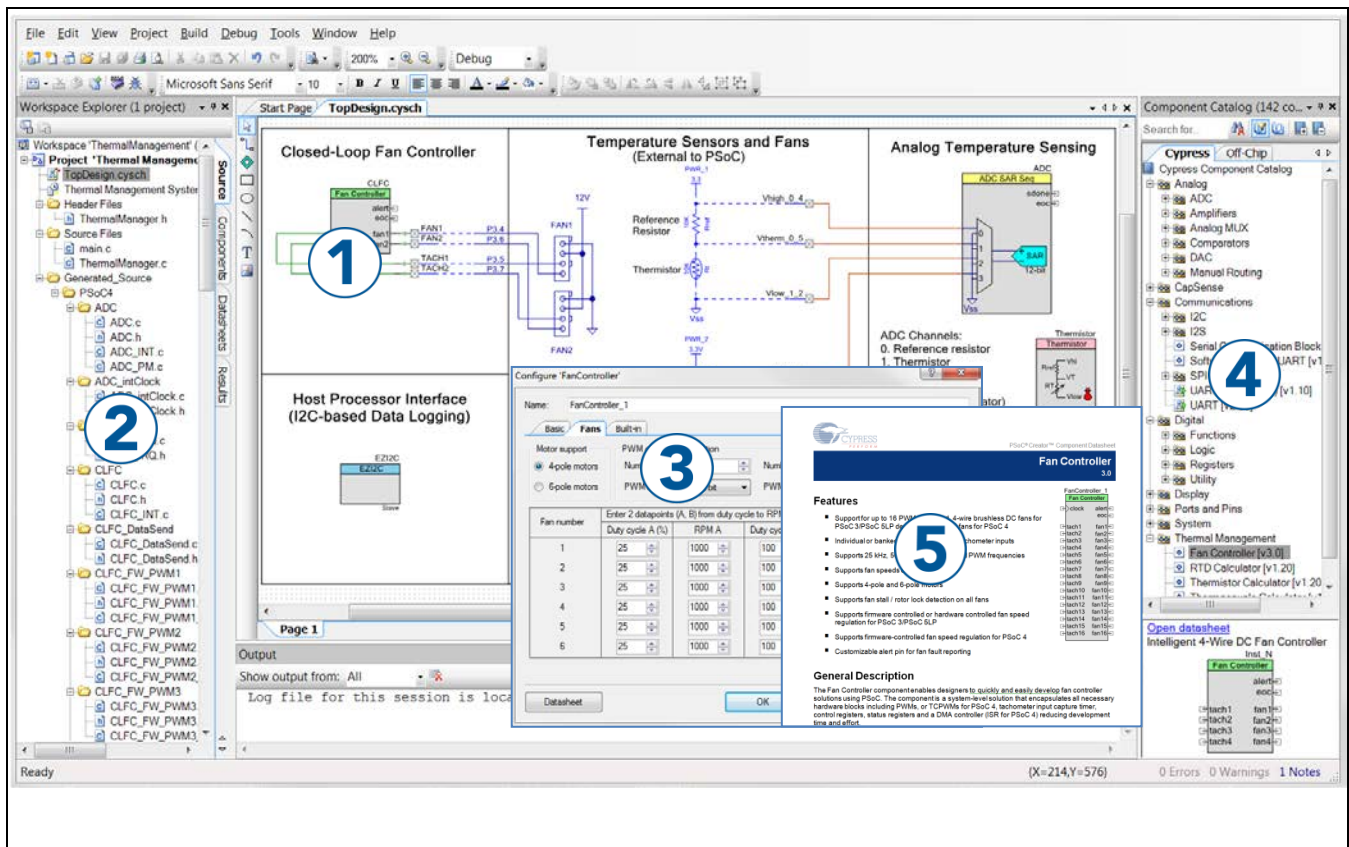

Figure 1 PSoC™ Creator の特長
**PSoC™ Creator** は Windows ベースの統合開発環境 (IDE) であり、無料で利用できます。これにより PSoC™ 3, PSoC™ 4, および PSoC™ 5LP に基づく、システムのハードウェアとファームウェアの同時設計が可能です。Figure 1 に示すように、PSoC™ Creator により以下のことが可能です。